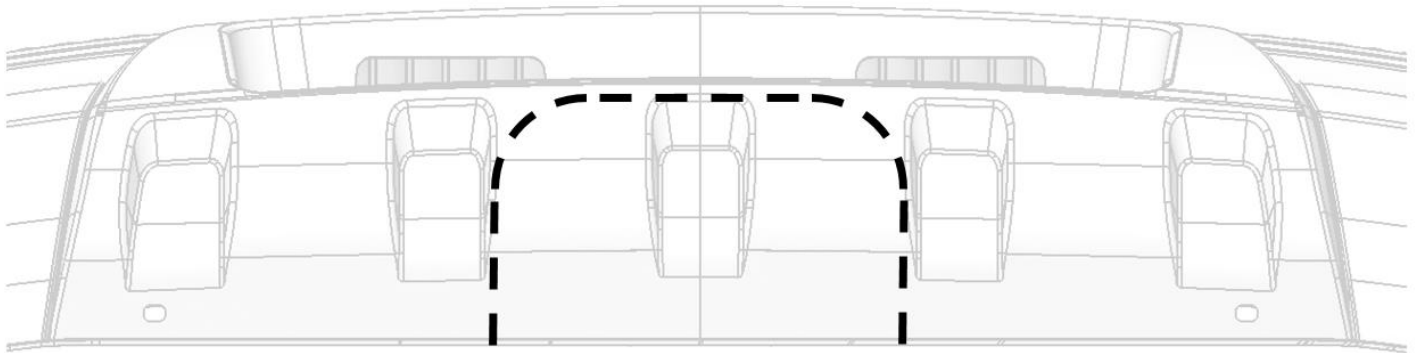

Рис. 1
2. Доработать нижнюю полку бампера согласно рис. 1 (вид снизу):